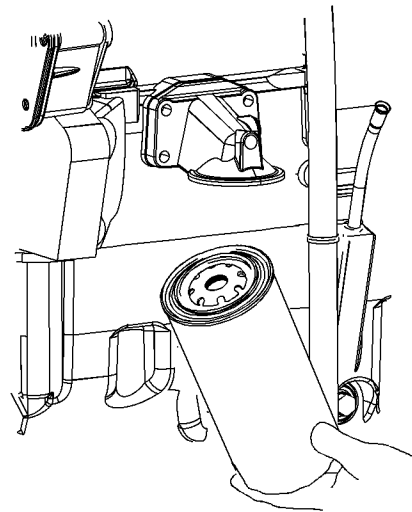

Ilustración 35
Nota: Algunos filtros de aceite pueden instalarse verticalmente. Consulte la ilustración 35. Comience con el Paso (1) para quitar e instalar el filtro de aceite.